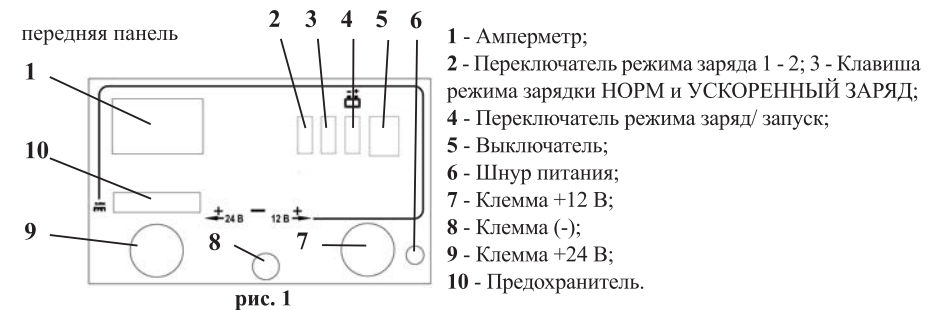

рис. 1
Общий вид зарядного устройства представлен на рис. 1:
7.4 При отключённой вилке сетевого кабеля подсоедините кабель к соответствующим клеммам (+12 В или +24 В) поз. 7;9 (рис. 1) в зависимости от номинального напряжения аккумулятора. Затем необходимо выставить режим заряда аккумуляторной батареи клавишами 2; 3 (рис. 1).
Клавиша 2 (рис.1) предназначена для установки зарядного тока: положение 1 - меньше, положение 2 - больше.
Клавиша 3 (рис.1) - режим зарядки: оптимальный и ускоренный.